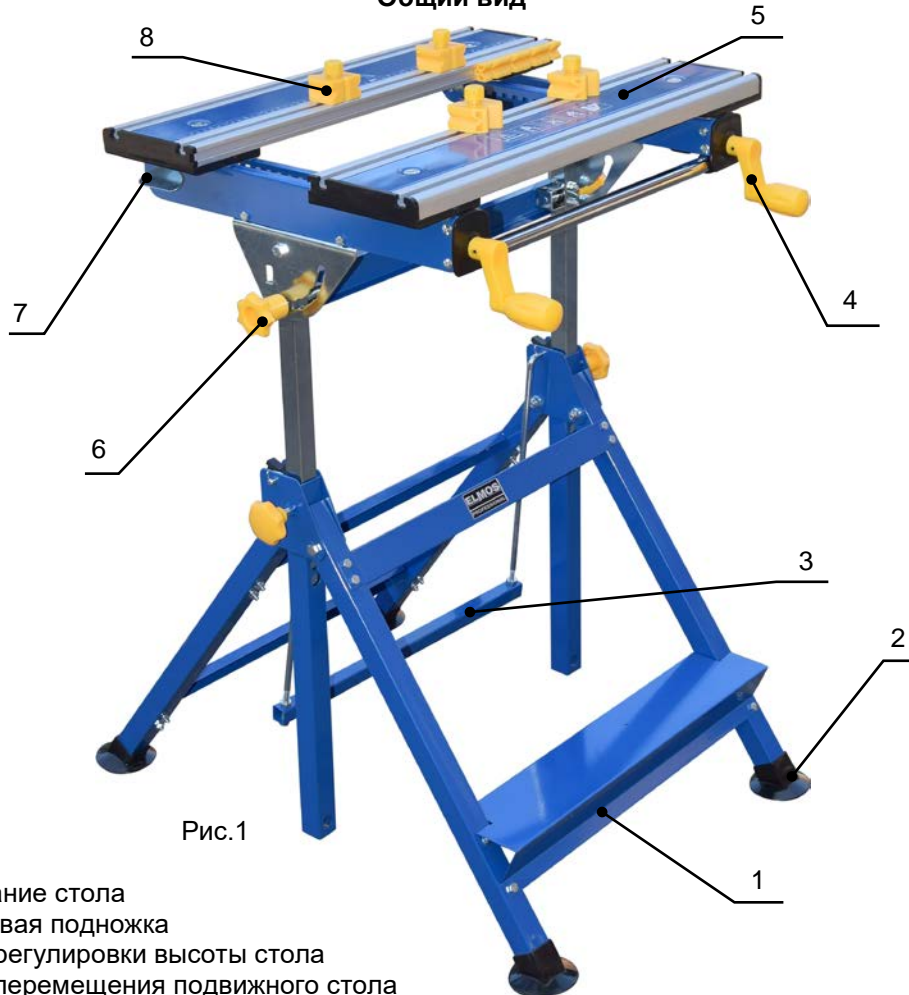

Рис.1
2. Прикрутите с двух сторон рабочего стола кронштейны (поз.1, рис.2) для регулировки высоты стола. Для фиксации используйте гайки и болты (поз.2, рис.2). **Кронштейны должны быть расположены так, чтобы наклон стола производился в сторону поворотных рычагов (поз.4, рис.1).**
6. Нажмите ногой на рычаг (поз.3, рис.1) регулировки высоты стола и вставьте в основание два кронштейна рабочего стола. Отверстия на кронштейнах должны быть направлены в сторону фиксаторов (поз.7, рис.6). Для жесткого крепления стола используйте барашковые винты (поз.8, рис.6).